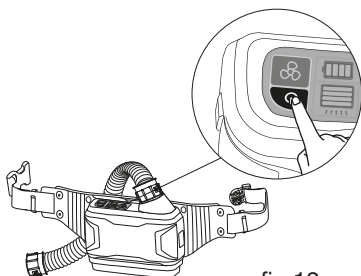
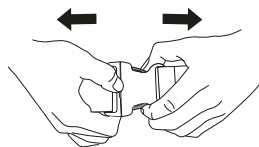

fig.12
fig.13
- Appuyez sur le bouton marche/arrêt et maintenez-le enfoncé pendant 2 secondes pour éteindre le moteur (voir fig. 12). . Relâchez la boucle de la sangle de taille (voir fig. 13).